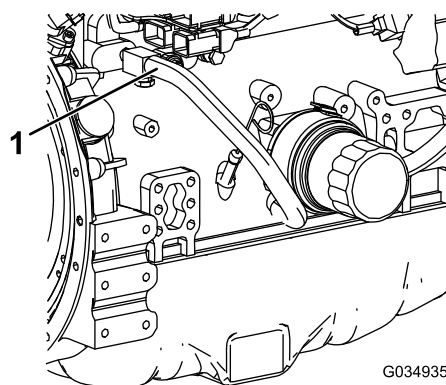

Figura 113
7. Retire o tubo do líquido de refrigeração da refrigeração de óleo do motor (Figura 113).